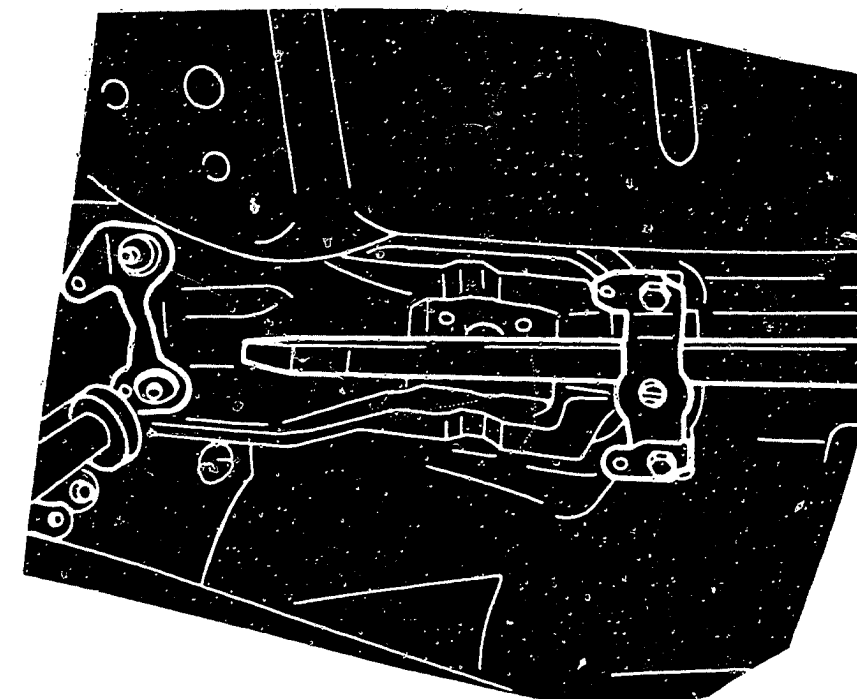

Bild 36 Unterstützen des Getriebegehäuseauslegers anlässlich der Getriebemontage.
- Befestigungsschrauben für Getriebegehäuseausleger lösen und Ausleger mit Montiereisen abstützen (Bild 36)